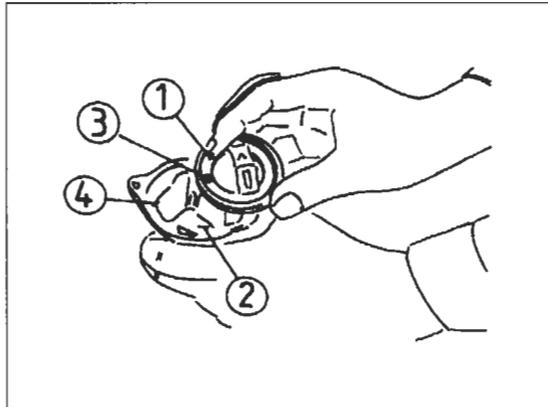

Bild 125
- Pumpendichtung mit passendem Dorn (Yamaha-Treibdorn 90890-04058 mit 90890-04078). Vor Eindringen flüssige Dichtmasse auf Dichtringsitz auftragen (Bild 125).